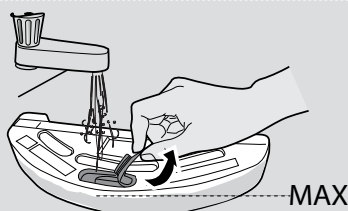

Fig. 14
2. Åpne gummilokket til vanntanken og fyll den med vann før du lukker det igjen. [Fig. 14]